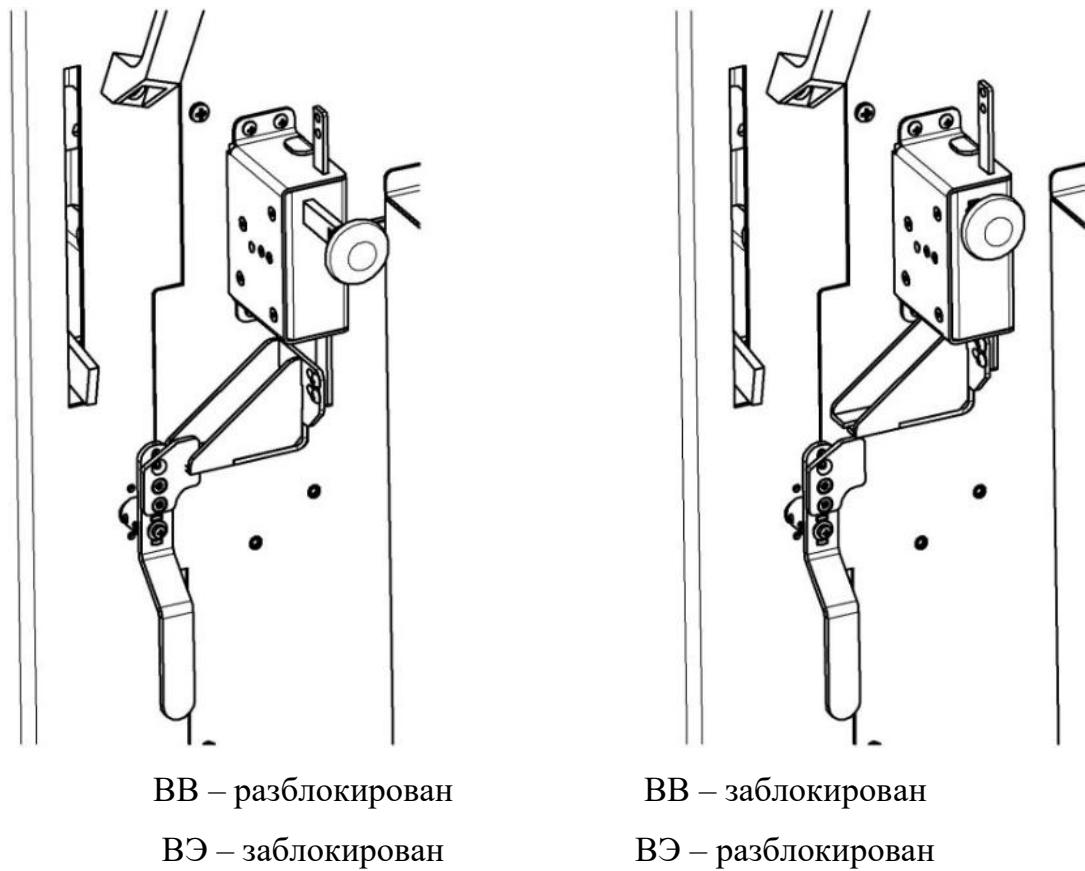

Рисунок 3 – Блокировка выкатного элемента
1.6.1 Механизм блокировки и отключения выключателя размыкает цепь включения коммутационного модуля (срабатывает концевой выключатель, который размыкает цепь включения коммутационного модуля), обеспечивает механическую блокировку включения коммутационного модуля и разрешает перемещения выкатного элемента. Реализуется это следующим образом, для вкатывания выкатного элемента в шкаф КРУ необходимо кнопку механизма блокировки и отключения перевести в положение «ОТКЛЮЧЕН И ЗАБЛОКИРОВАН» (рисунок 3). Далее повернуть ручку узла блокировки выкатного элемента и переместить выкатной элемент в нужное положение. Если после перемещения выкатного элемента необходимо включить коммутационный модуль, то кнопку механизма блокировки и отключения необходимо вернуть в положение «РАЗБЛОКИРОВАН» тем самым коммутационный модуль будет разблокирован.